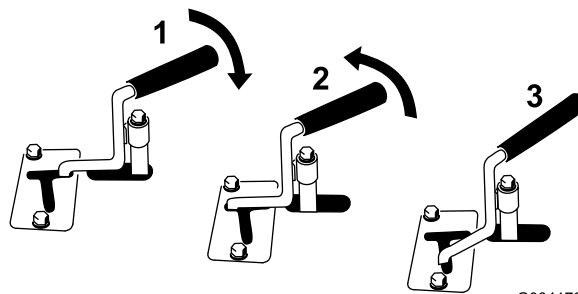

Figura 12
- Para accionar un accesorio hidráulico en dirección hacia adelante, gire la palanca del sistema hidráulico auxiliar hacia atrás y presiónela hacia abajo, hacia la barra de referencia (Figura 12, número 1).
- Para accionar un accesorio hidráulico en dirección hacia atrás, gire la palanca del sistema hidráulico auxiliar hacia atrás y, a continuación, muévala hacia la izquierda, a la ranura superior (Figura 12, número 2).
**Nota:** Si suelta la palanca cuando está en posición HACIA ADELANTE, la palanca vuelve automáticamente a la posición de PUNTO MUERTO (Figura 12, número 3). Si está en la posición de MARCHA ATRÁS, permanecerá en ella hasta que la saque de la ranura.